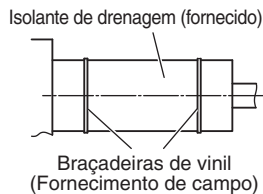

Fig. 3-9
- Depois de ligar o tubo de drenagem firmemente, enrola o material de vedação fornecido e o isolante do tubo de drenagem em redor do tubo e, em seguida, fixe-o com as braçadeiras de vinil. (Fig. 3-9)